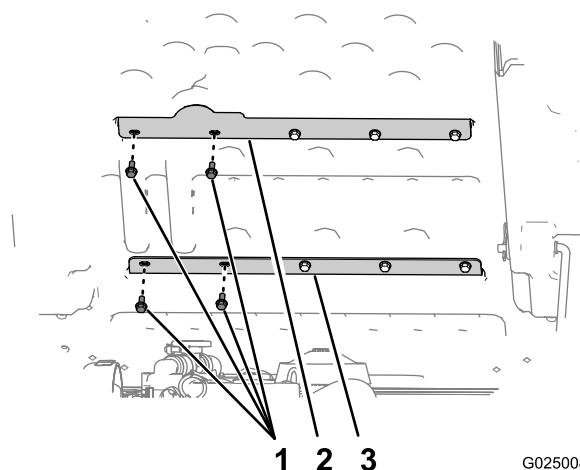

Figure 14
1. Retirez les 2 boulons à l'extrême gauche (5/16 x 3/4 po) qui fixent le renfort de plateau supérieur au plateau (Figure 14).
2. Retirez les 2 boulons à l'extrême gauche (5/16 x 3/4 po) qui fixent le renfort de plateau inférieur au plateau (Figure 14).